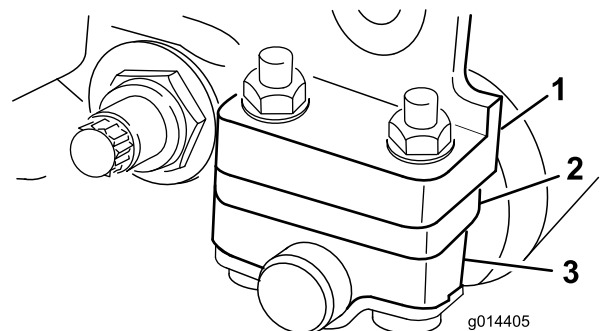

**Bild 12**
Abhängig von dem gewünschten Schnitt Höhenbereich, müssen Sie die Heckrollenhalterungen (**Bild 12** oder **Bild 13**) auf die niedrige oder hohe Stellung einstellen:
- Legen Sie das Distanzstück über den Montageflansch der Seitenplatte (Werkseinstellung), wenn die Einstellungen für den Schnitt Höhenbereich zwischen 1,5 mm und 6,0 mm liegen, wie in **Bild 12** abgebildet.
4. Legen Sie die Distanzstücke je nach Bedarf über oder unter den Rollenhalterungen auf die Schrauben (**Bild 12** oder **Bild 13**).